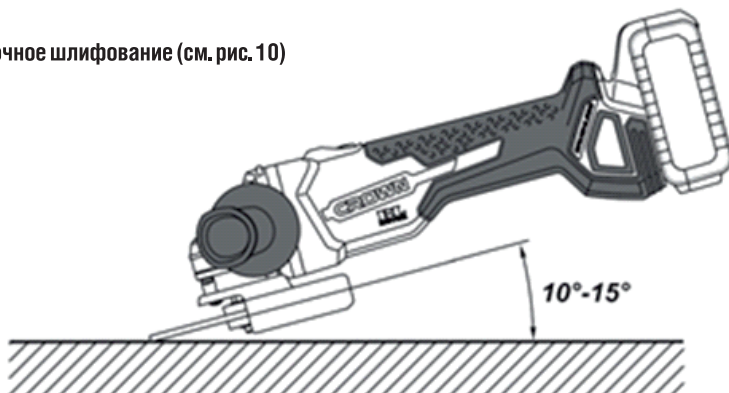

Рис. 10
Обдирочное шлифование (см. рис. 10)
- Рекомендуется держать электроинструмент под углом 10° – 15° по отношению к обрабатываемой поверхности (см. рис. 10). Если этот угол меньше рекомендуемого значения, то затрудняется управление электроинструментом. Если этот угол больше рекомендуемого значения, то ухудшается качество обработки, и на поверхности заготовки остаются канавки.